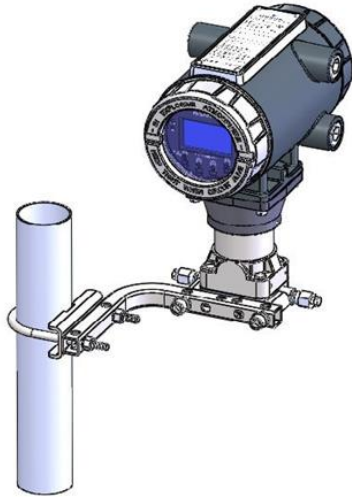

图6. 使用共平面安装座的FB1100
2. FB1100 可直接安装到管路上的歧管（使用共平面安装座）或间接安装到二英寸管道或立柱上。见图6和7。